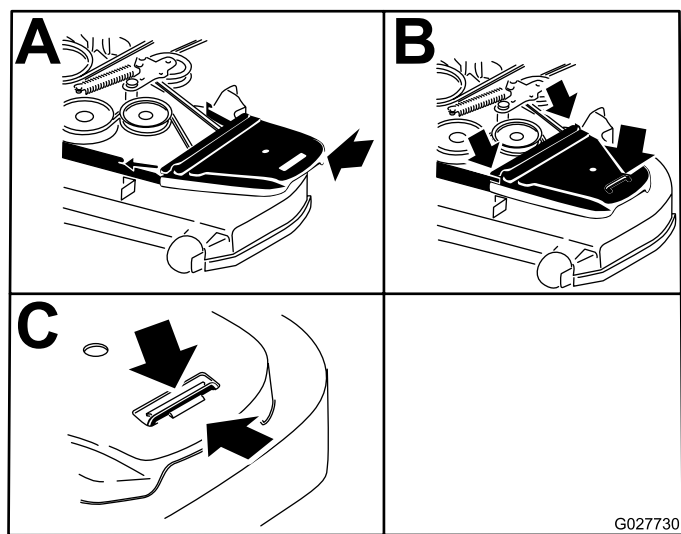

Figura 63
12. Instale las cubiertas de las correas y los pernos que están sujetos a las mismas (Figura 63).